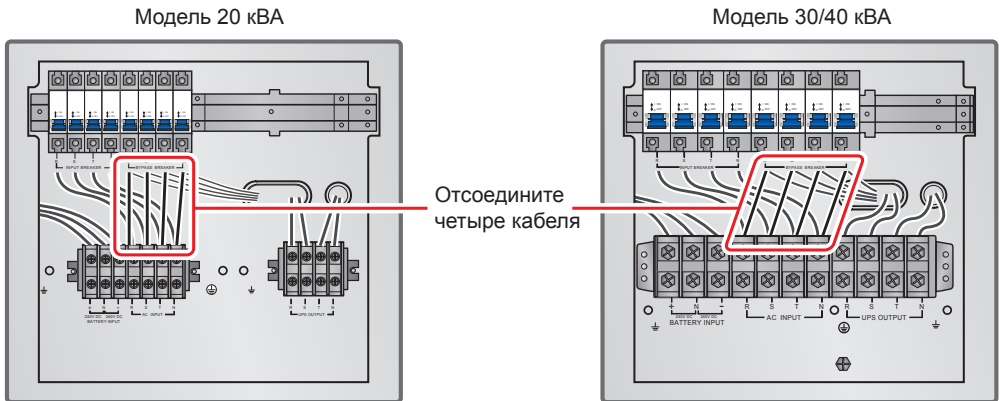

Рис. 6-7. Отключение четырёх кабелей, соединяющих блок зажимов сетевого входа с основным входным размыкателем
2. Или удалите четыре кабеля, соединяющие блок зажимов сетевого входа и входной размыкатель байпаса (см. **рис. 6-7**). Подключите кабели сети переменного тока R, S, T и N к входному размыкателью байпаса.